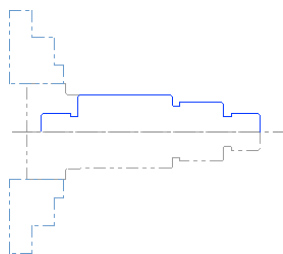

图 18.10 选取图形
Step2. 在“车削素材翻转 属性”对话框中的 **图形** 区域中单击 **选择...** 按钮，框选图 18.10 所示的模型边线，按 Enter 键；在 **毛坯的位置** 区域的 **起始的位置** 文本框中输入 90.0，在 **转换后的位置** 文本框中输入 15.0；在 **最后的位置** 区域的 **D:** 文本框中输入 40.0，在 **Z:** 文本框中输入 15.0。